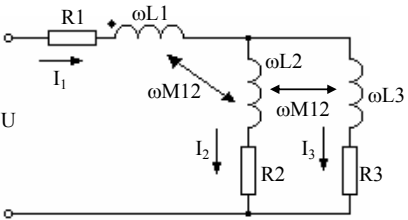

Рис. 14.2
**2. Исходные данные.** К зажимам цепи с индуктивно связанными катушками (рис. 14.2) приложено напряжение  $U$ . Значения параметров элементов цепи и способ включения одной из катушек приведены в табл. 14.2.